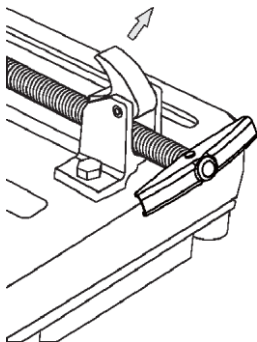

Fig 8
1. Pour faire fonctionner le système de levier de dégagement rapide, tournez la manivelle de l'étau de 2 ou 3 tours dans le sens antihoraire pour desserrer les mâchoires de l'étau. (Fig. 8)